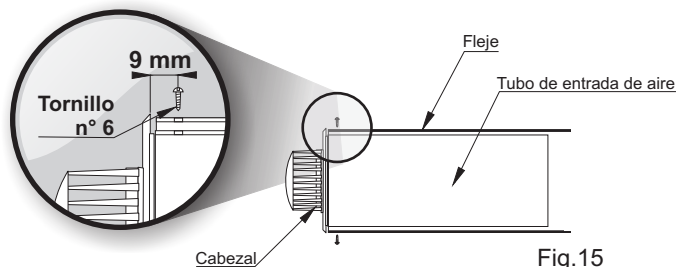

Fig.15
- Taladre 1 orificio de 3 mm de diámetro simultáneamente en el Tubo de Entrada de Aire y en el cuello del Cabezal a 9 mm del borde (Fig. 15). Tome uno de los Flejes de Fijación provistos, inserte un tornillo autorroscante No. 6 (chico) en el extremo agujereado del Fleje y fíjelo atornillándolo en el orificio que acaba de taladrar en el conjunto Tubo-Cabezal.